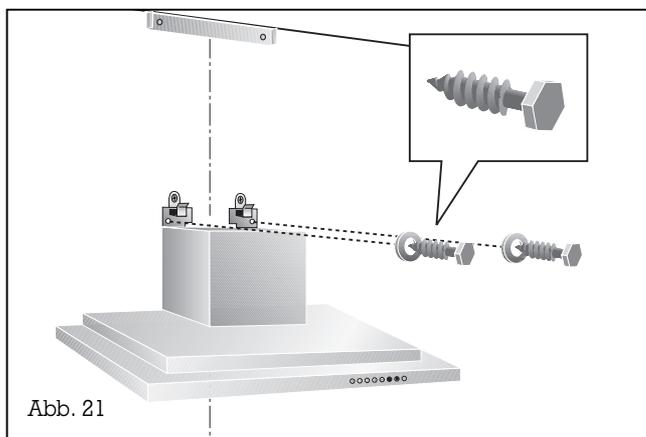

Abb. 21
- Befestigen Sie die Haube mit den 4 Schrauben **b** an der Wand (Abb. 21 und 22).